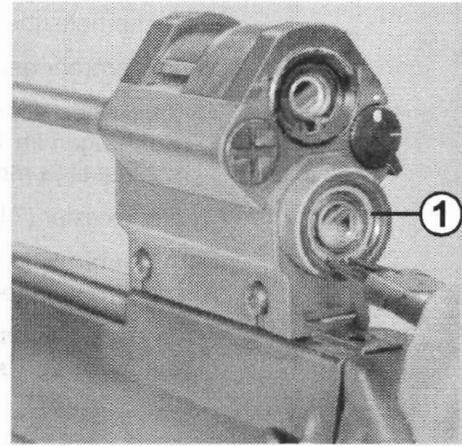

Bild 68 Zielfernrohr wechseln
- ⇒ Sprengring (68/1) mit Einsprengzange abnehmen (Bild 68).